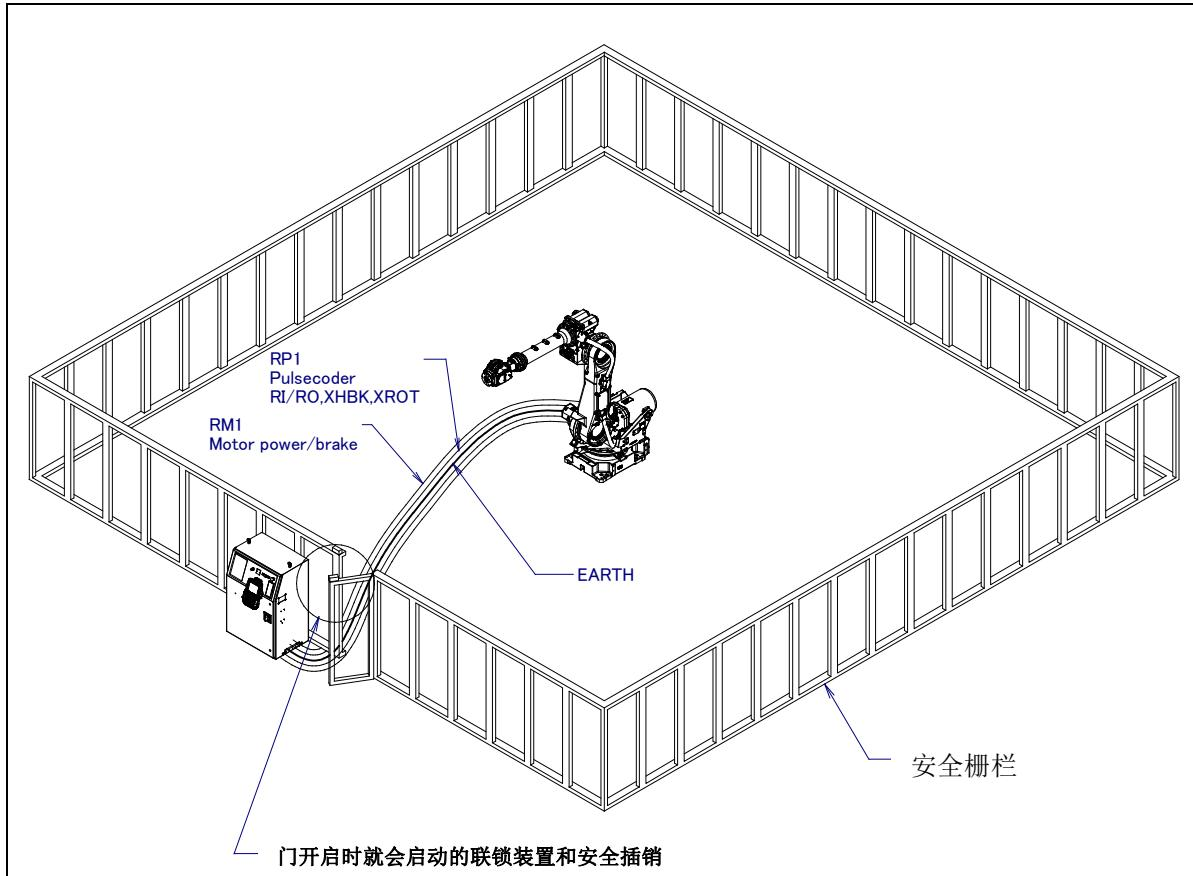

图 3 (a) 安全栅栏和安全门
- (14) 在使机器人操作时，务必在确认安全栅栏内没有人员后再进行操作。同时，检查是否存在潜在的危险，当确认存在潜在危险时，务必排除危险之后再进行操作。
- (15) 不要在下面所示的情形下使用机器人。否则，不仅会给机器人和外围设备造成不良影响，而且还可能导致使用者受重伤。
- (16) 在连接与停止相关的外围设备（安全栅栏等）和机器人的各类信号（外部急停、栅栏等）时，务必确认停的动作，以避免错误连接。
- (17) 有关架台的准备，按照图3(c)在安装或者维修作业时，请十分注意高地作业的安全。应考虑脚手架和安全皮带安装位置的确保等。